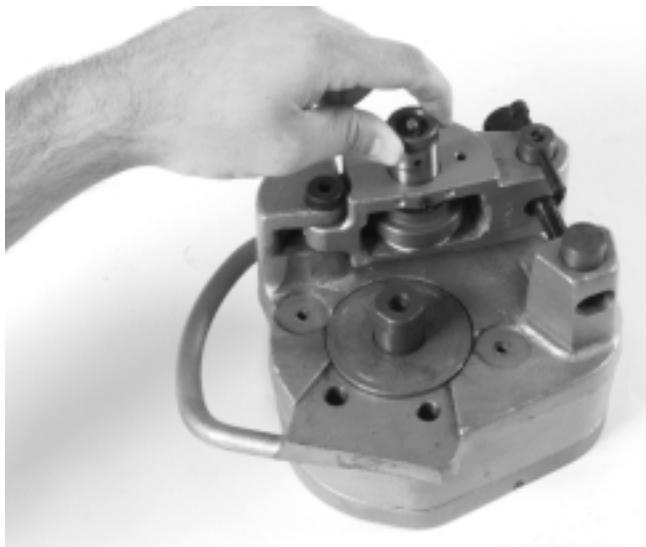

Figura 11 – Introducción del eje del rodillo de ranurado
3. Mire a través del eje del rodillo de ranurado y alinee el rodillo de ranurado y las arandelas de empuje con el agujero. Meta el eje del rodillo de ranurado (*Figura 11*).